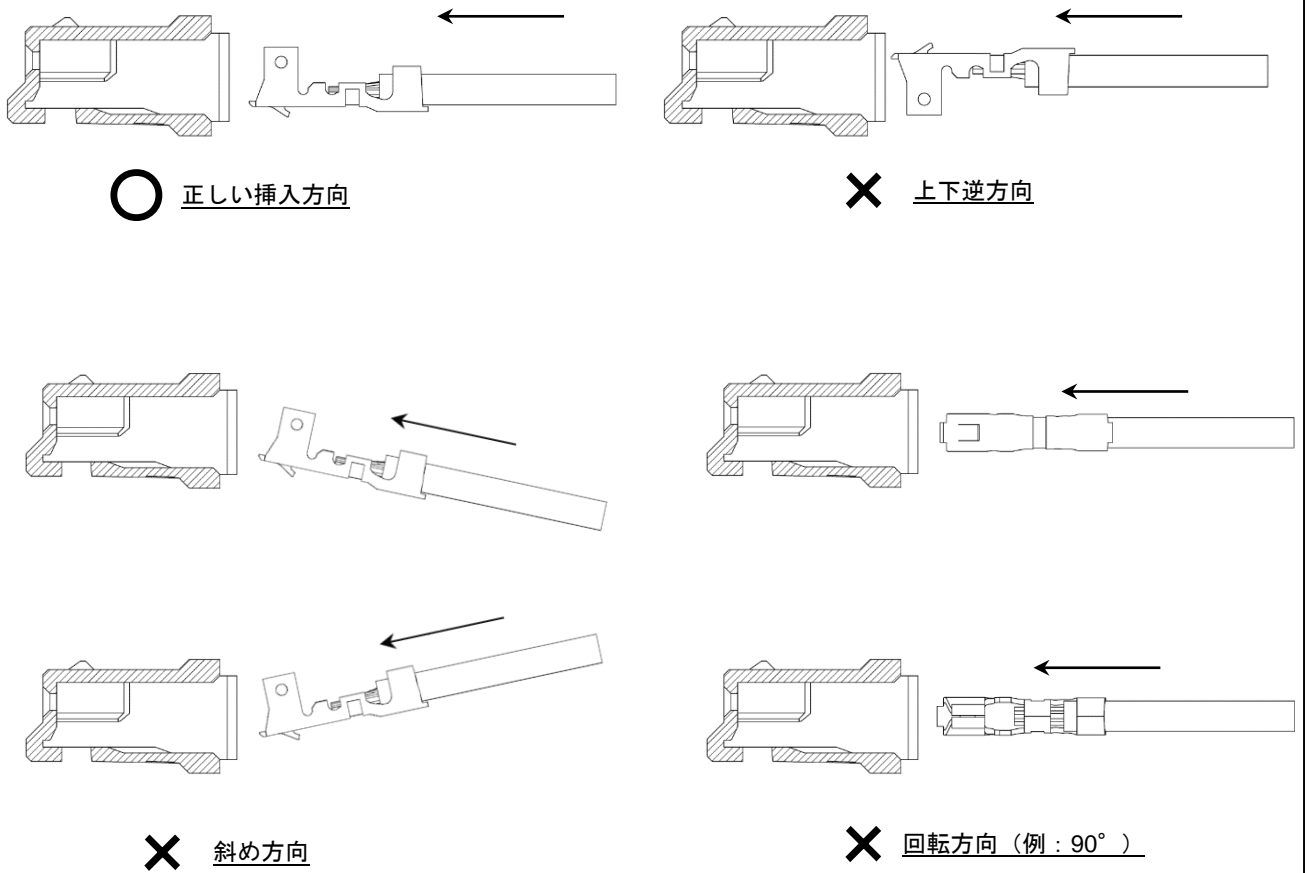

Fig. 5-2
- ※リセプタクルハウジングに対して端子を装着する向きにご注意下さい。装着時、端子がリセプタクルハウジングに対して上下逆、斜め、回転した状態にならないように御注意下さい。端子変形、リセプタクルハウジング破損の原因となります。(Fig. 5-2)